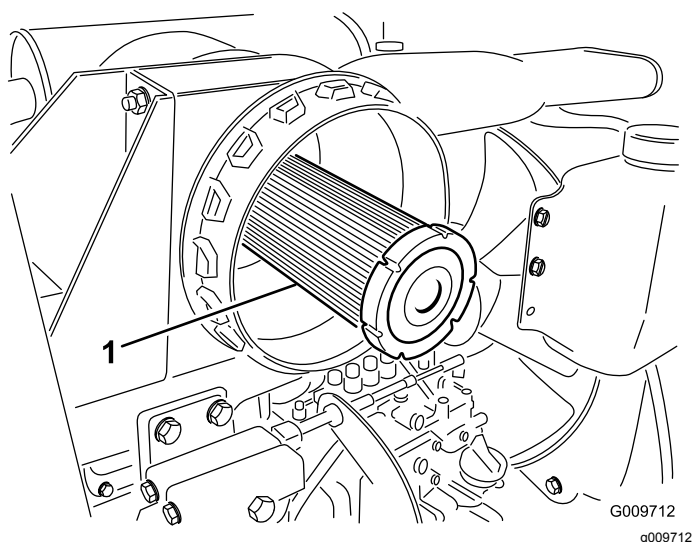

Figure 41
**Important:** N'essayez jamais de nettoyer l'élément de sécurité (Figure 41). Remplacez l'élément filtrant de sécurité une fois sur